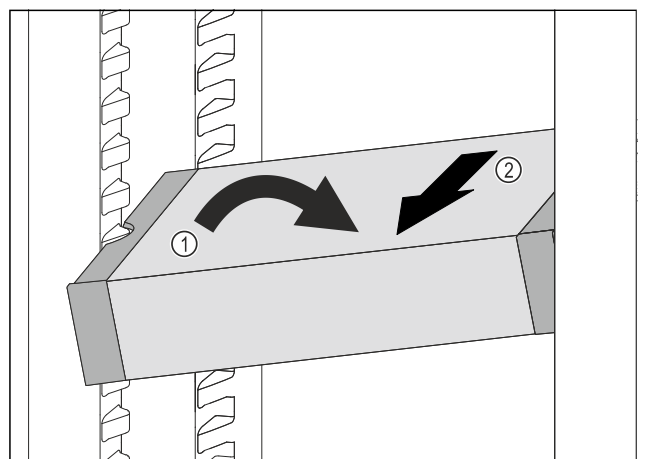

Fig. 186
- Impostare il vano frigorifero di VarioSafe ad angolo. Fig. 186 (1)
- Rimuovere VarioSafe tirando in avanti. Fig. 186 (2)